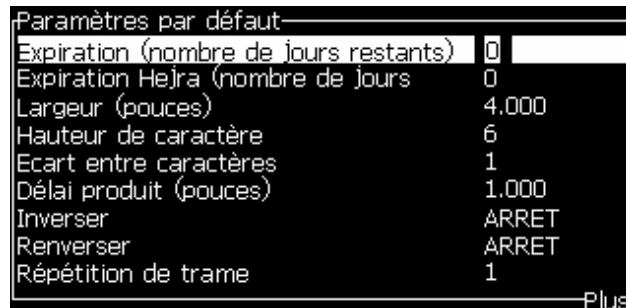

Figure 5-10: Boîte de dialogue Paramètres par défaut
Les différents paramètres qui sont disponibles dans *Paramètres > par défaut des messages*) sont indiqués ci-après Tableau 5-10, et Figure 5-10 à la page 5-27.
- 2 Dans le menu message, sélectionner "Paramètres du message" (Figure 5-10 à la page 5-27) pour modifier les valeurs.
- 2 Sous le menu *Messages*, sélectionnez les Paramètres Message (Figure 5-10 à la page 5-27) pour éditer les valeurs.